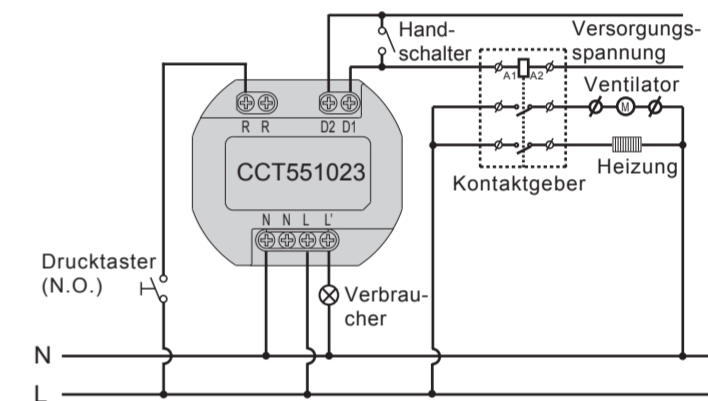
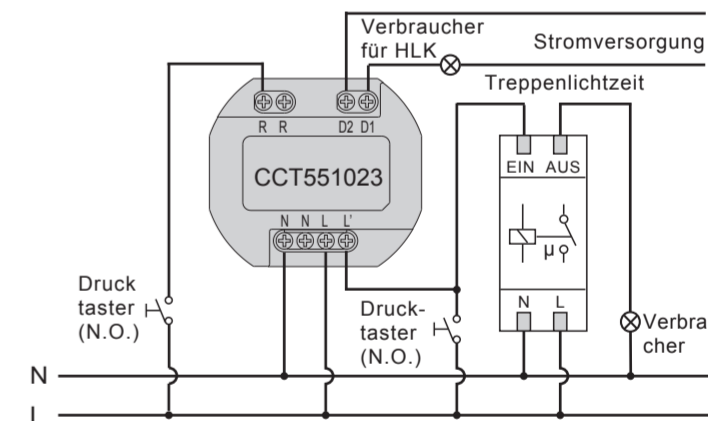
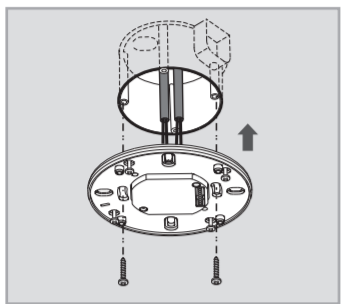
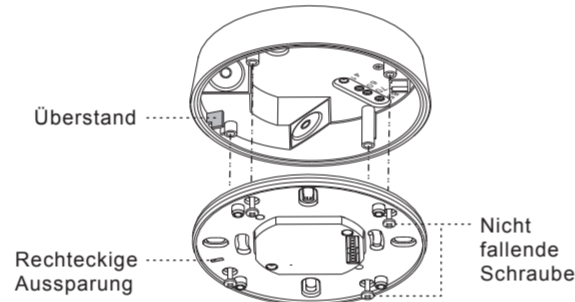

Abb. 5
Abb. 6
Abb. 9
Abb. 17
#### 4.3.1 CCT551023 für Standardanwendung (s. Abb. 5)
#### 4.3.2 CCT551023 steuert den Treppenhaus-Zeitschalter (Zeit 1 sollte auf $\sqrt{\text{L}}$ eingestellt sein) (s. Abb. 6)
4.4.1.3 Befestigen Sie den Anschlusskasten mit 2 Schrauben an der EN-Abzweigdose (s. Abb. 9).
4.4.2.3 Führen Sie die Verkabelung gemäß Abb. 5 - Abb. 6 durch, und verschließen Sie die Anschluss-Schutzkappe fest.
4.4.3.5 Zur korrekten Verkabelung siehe Verdrahtungsplan (s. Abb. 5 - Abb. 6). In der Montageplatte befindet sich eine rechteckige Aussparung. Um die Montageplatte an der Abzweigdose zu befestigen, stecken Sie die Aussparung über den Überstand der Abzweigdose (s. Abb. 17) und befestigen Sie anschließend das Bewegungsmelder-Oberteil am Anschlusskasten (s. Abb. 9). Fixieren Sie das Teil mit den 4 nicht fallenden Schrauben.